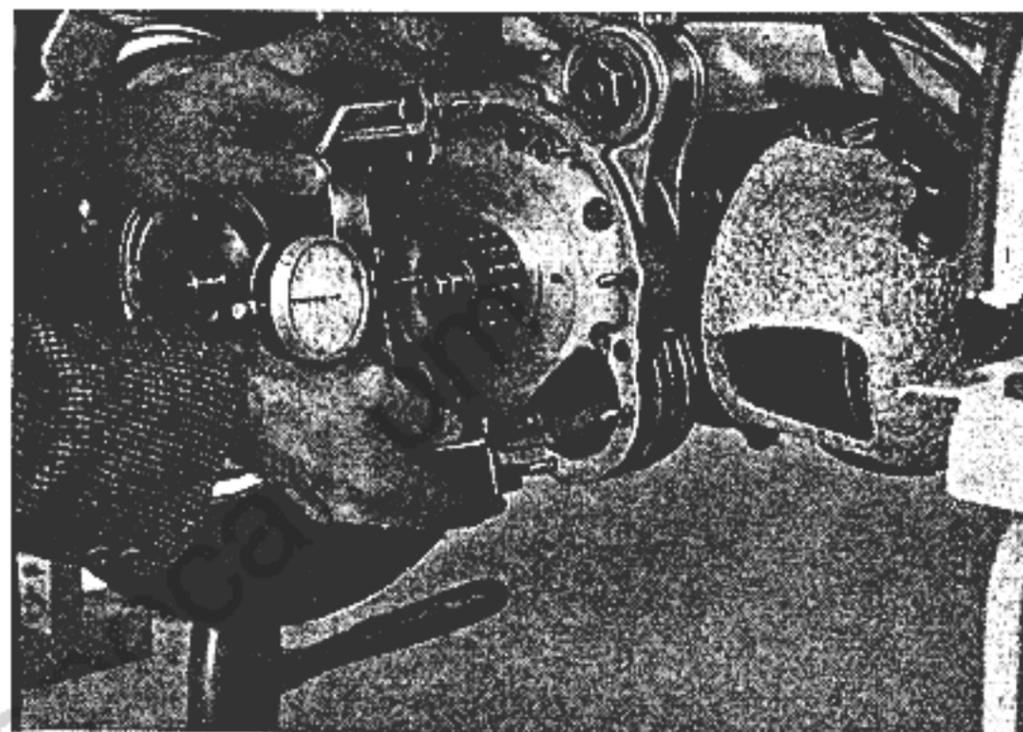

Fig. 24
- c) si piazza ora l'attrezzo n. 57865 nella posizione indicata dalla fig. 24 e si esegua la lettura.